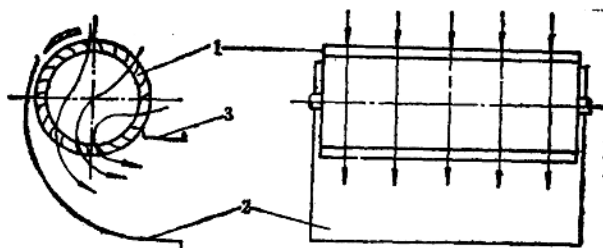

图 1-10 横流式通风机示意图
4) 横流式通风机：它有一个筒形的多叶叶轮转子，气流沿着与转子轴线垂直的方向，从转子一侧的叶栅进入叶轮，然后穿过叶轮转子的内部，第二次通过转子另一侧的叶栅，将气流排出，如图1-10所示。